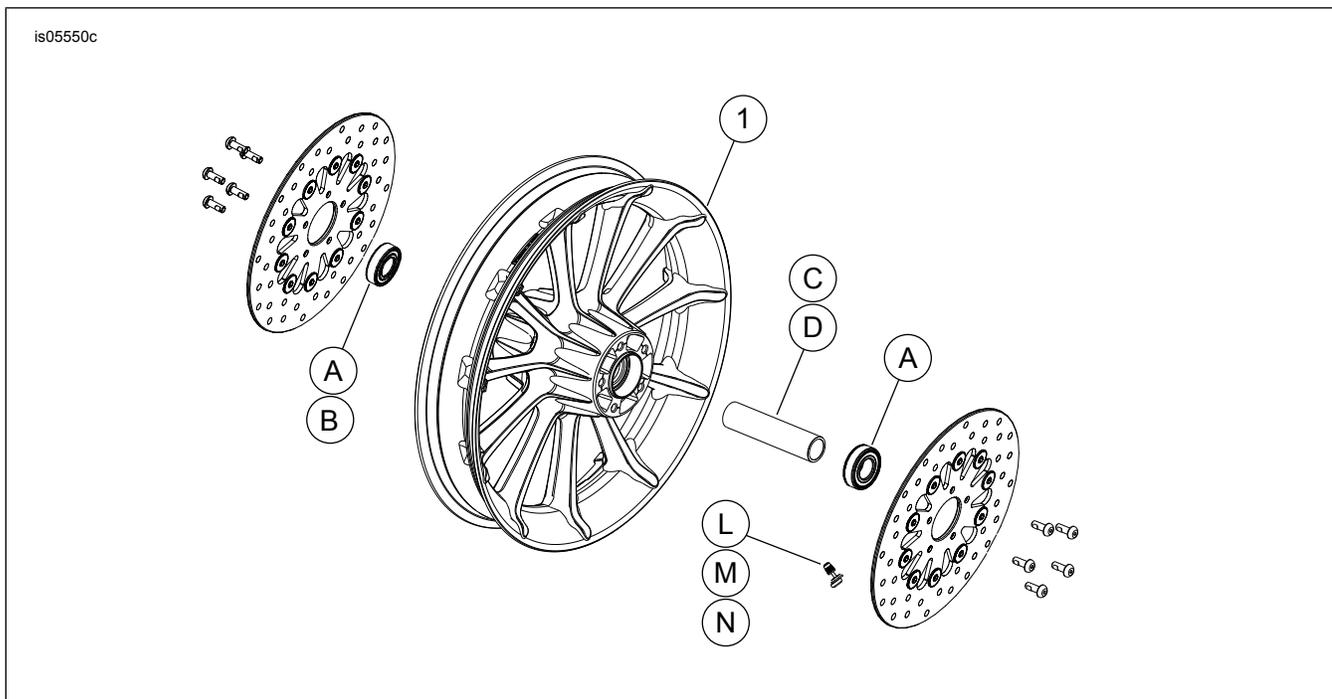

Figure 1. Pièces détachées : Kits de roue avant Roulette
2. Voir Figure 1. Installer l'ensemble de tige de valve (M) sur la roue. Voir PNEUS dans le manuel d'entretien.